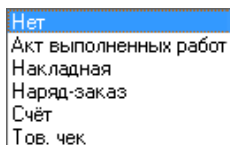

Рис. 199. Выбор действия
- Если требуется быстрая смена пользователей в поле «Код» можно ввести штрих код сотрудника. В дальнейшем при считывании этого штрих кода программа автоматически зайдёт под этим пользователем и выполнит действие, которое можно выбрать в поле «При считывании кода выписывать» (рис. 199) .